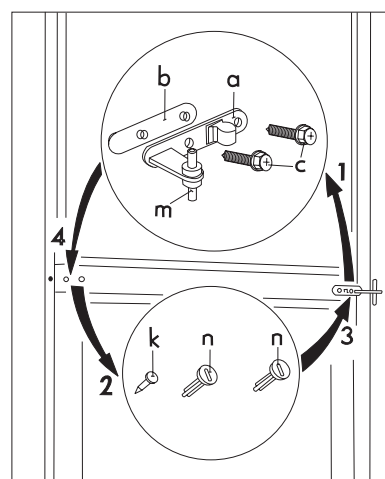

рис. 2.
- Откройте двери и демонтируйте двойной держатель двери (a, b) путем вывинчивания и извлечения обоих винтов (c) (рис. 2).
- Извлеките двойной держатель двери (a, b, c) из корпуса холодильника легким покачиванием обеих дверок. Не забудьте вытащить также пластмассовую подкладку (b) под держателем двери (рис. 2).
- Извлеките левые покровные штифты (n, k, 3 шт.) двойного держателя двери и установите их снова на другой стороне (рис. 2).
- Вставьте болт (m) двойного держателя двери в левое отверстие двери морозильного отделения (рис. 2).